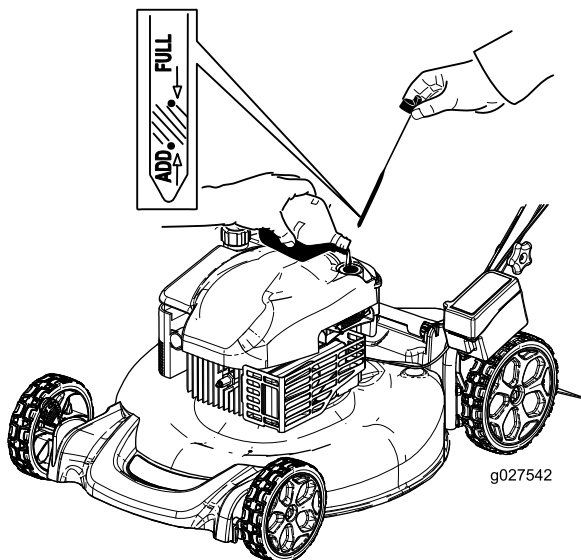

Figure 11
2. Retirez la jauge (Figure 11).
5. Ressortez la jauge et vérifiez le niveau d'huile; voir Figure 11.